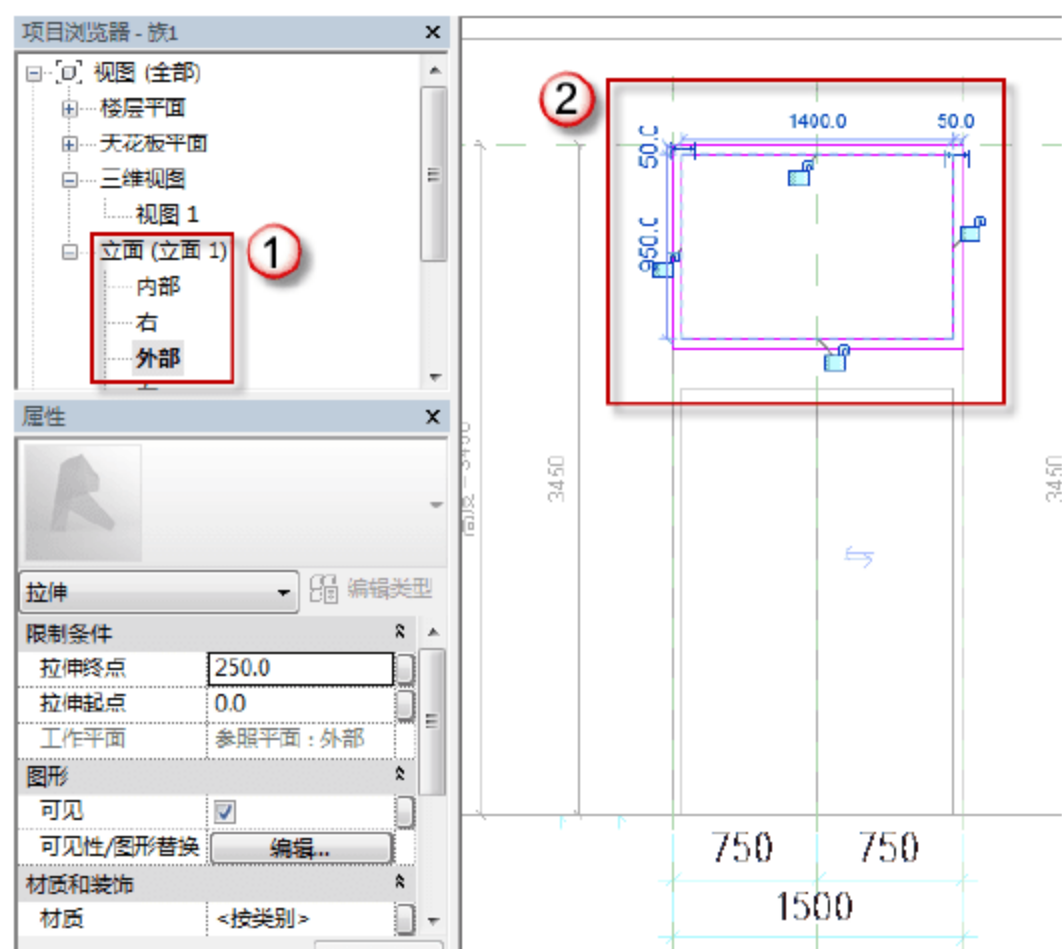

图 6.2.20 FM1534 乙上部窗窗框
(18) 绘制 FM1534 乙上部窗窗框。选择“项目浏览器”中的“立面(立面1)”→“左”选项,可以进入 FM1534 乙的外部立面视图,选择“创建”→“拉伸”命令,进入“修改|编辑拉伸”界面,用菜单中的绘制工具绘制 FM1534 乙上部窗窗框,如图 6.2.20 所示。绘制完成后,单击√按钮,完成绘制。